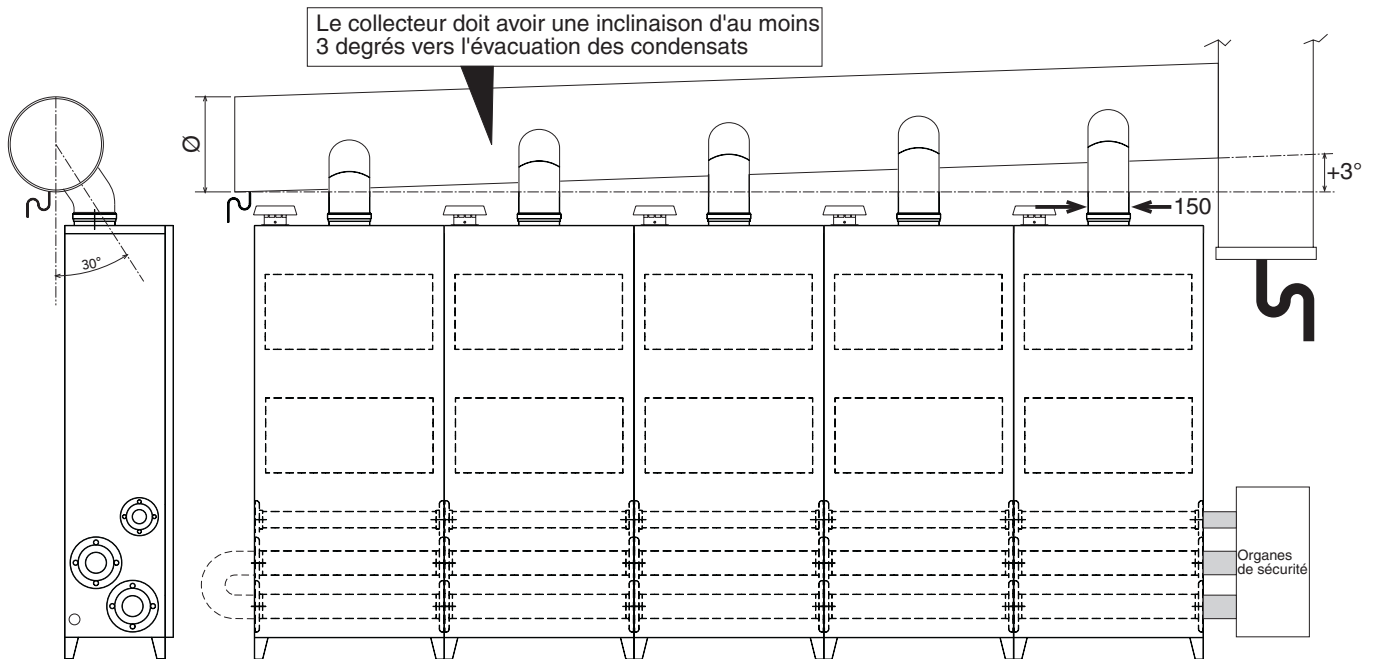

fig. 11
- Pour la connexion de plusieurs modules en cascade, il est possible aussi d'utiliser un collecteur avec raccordement à un seul conduit de fumée. Dans ce cas, raccorder les sorties des fumées ( $\varnothing 150$ ) de chaque module comme le montre la figure en prenant garde de respecter les diamètres du collecteur et de la cheminée donnés dans le tableau ci-contre. Le raccordement des cheminées sur le collecteur doit se faire avec une inclinaison de  $30^\circ$  par rapport à la verticale (fig. 11).